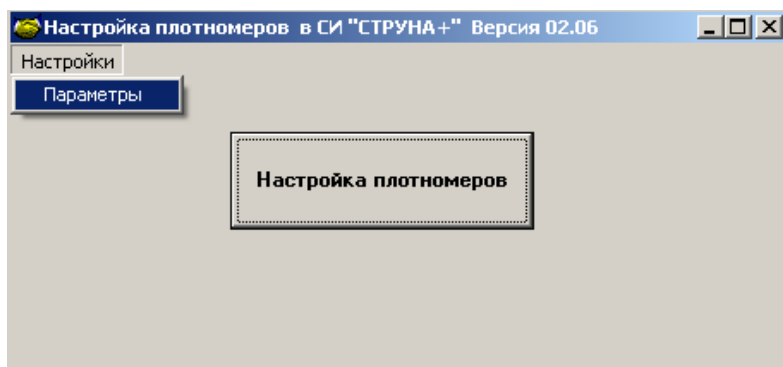

Рисунок 3.2
3.3 В меню настройки выбрать опцию «Параметры» (рисунок 3.2). В результате активируется форма «Параметры», представленная на рисунке 3.3.